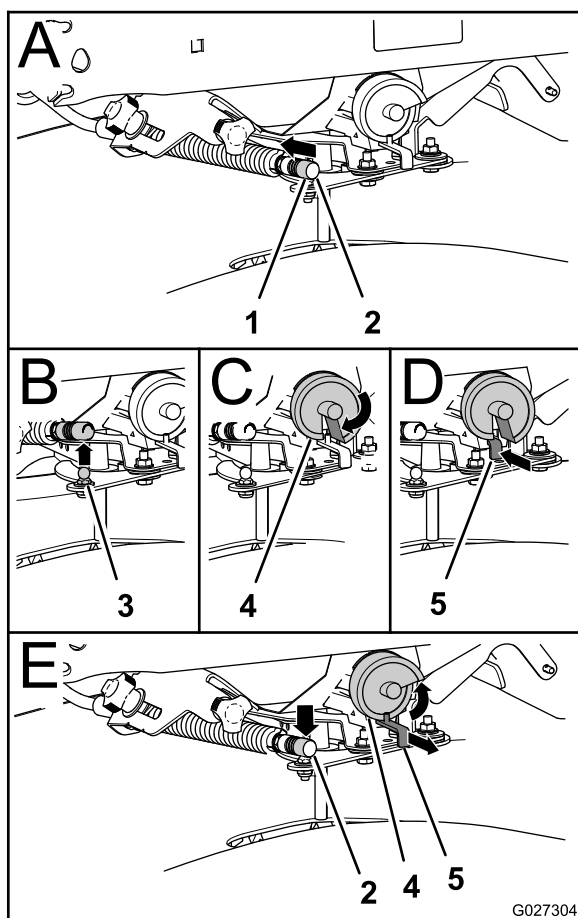

Figura 32
1. Empuje el anillo de bloqueo del cable de la compuerta hacia atrás y levante el cable de la bola de la varilla de la compuerta de dosificación (Figura 32).
1. Tire de la varilla hacia fuera hasta que se desenganche de la leva del dosificador (Figura 32).
3. Conexión del cable a la bola del espárrago en la palanca de la compuerta (Figura 32).
2. Retire el cable de la bola del espárrago (Figura 32).
3. Gire la leva del dosificador más allá de la posición 9 hasta que la ranura de la leva esté alineada con la varilla (Figura 32).
4. Empuje la varilla de la compuerta de dosificación hacia atrás del todo (Figura 32).